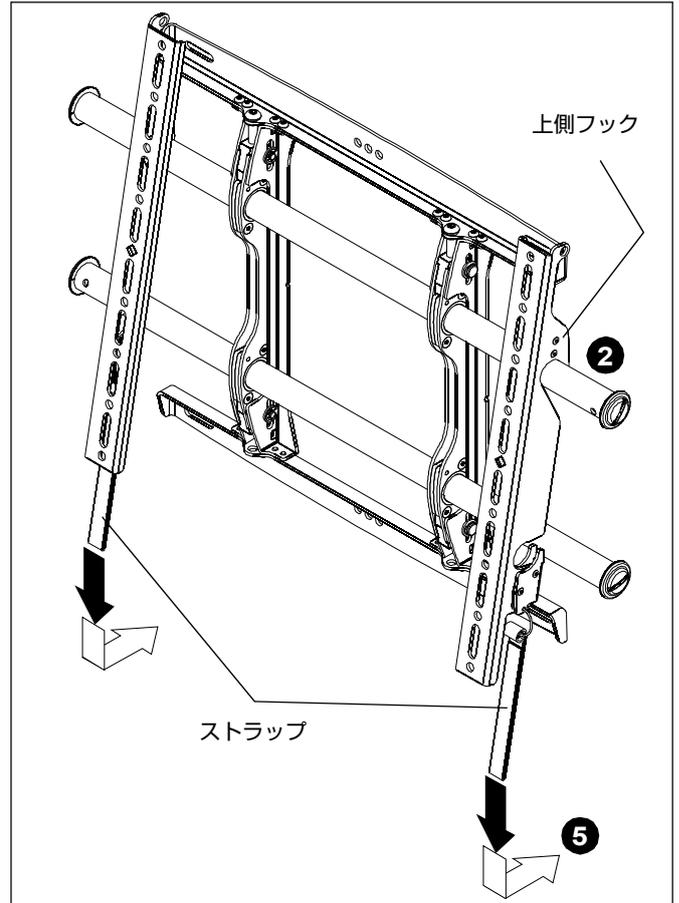

図5
- ・マウントにディスプレイを取り付けるには、図5のように上側フックを上側パイプに引っ掛けます。